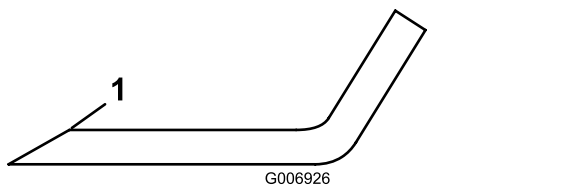

Figure 78
5. Examinez les tranchants de toutes les lames. aiguiser-les s'ils sont émoussés ou ébréchés. N'aiguiser que le haut du tranchant et conservez l'angle de coupe d'origine pour obtenir une coupe nette (**Figure 78**).
6. Si elles sont émoussées ou ébréchées, n'affûtez que le haut du tranchant et conservez l'angle de coupe d'origine (Figure 78).